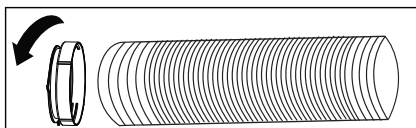

Figur 4
2. Fjern adapteren A fra enheden ved at skubbe den opad (figur 4).